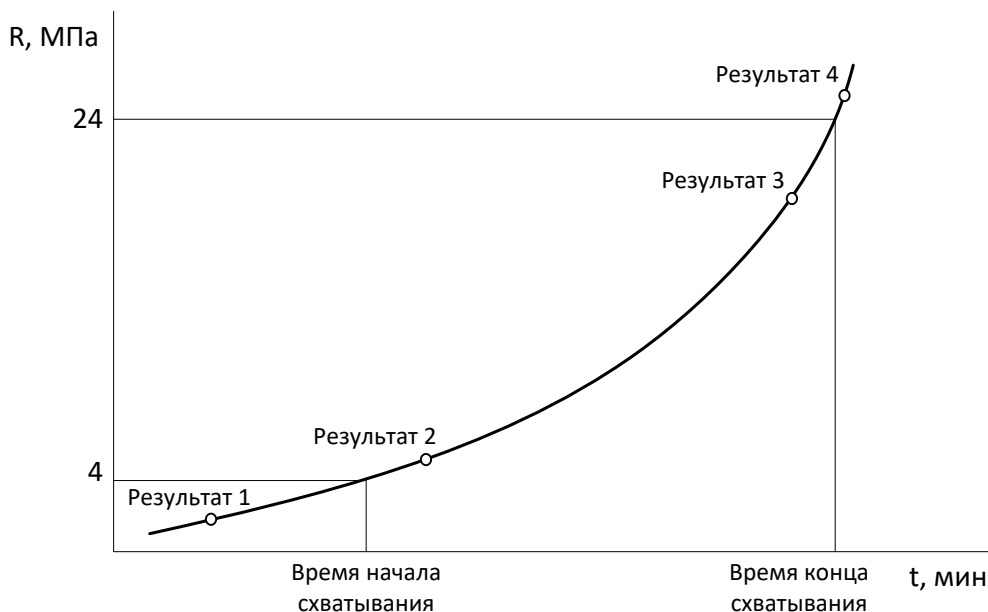

Рисунок 12 – Выбор результатов для расчёта
- 3) Выбрать 2 испытания, примерно соответствующие началу схватывания и 2 – концу схватывания (рисунок 12).